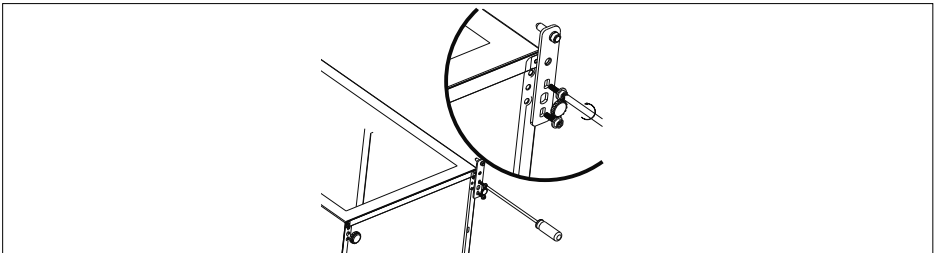

Abb. 6
- ▶ Schrauben Sie das untere Scharnier (5) ab und schrauben Sie anschließend den Stellfuß ab (siehe **Abb. 6**).